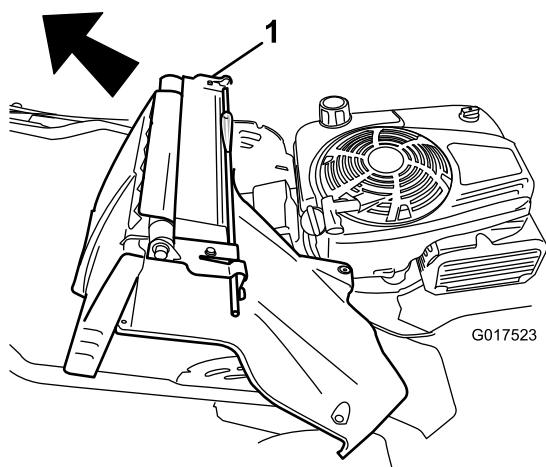

Figura 34
7. Rimuovete il gruppo leva di blocco della stegola e il deflettore posteriore (Figura 34).